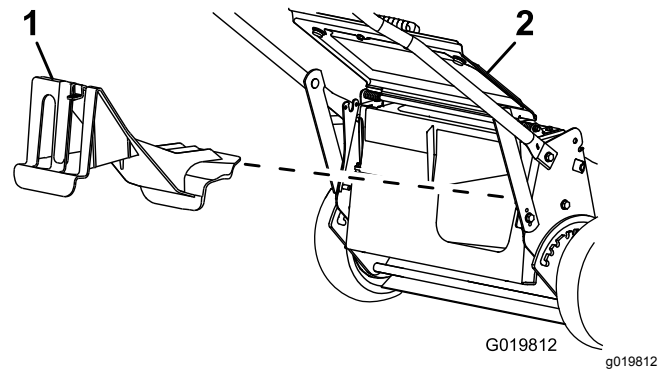

Bild 19
- Wenn die Heckauswurfklappe nicht eingesetzt ist, fassen Sie sie am Griff an, heben das Heckablenkblech an und setzen den Heckauswurfkanal ein, bis der Riegel arretiert, siehe Bild 19.